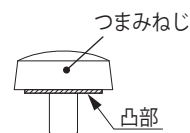

図 3 つまみねじ詳細
- ・スライドパネルを固定する場合は、つまみねじ座面凸部を固定金具の丸穴にはめ込み固定してください。(図 3)